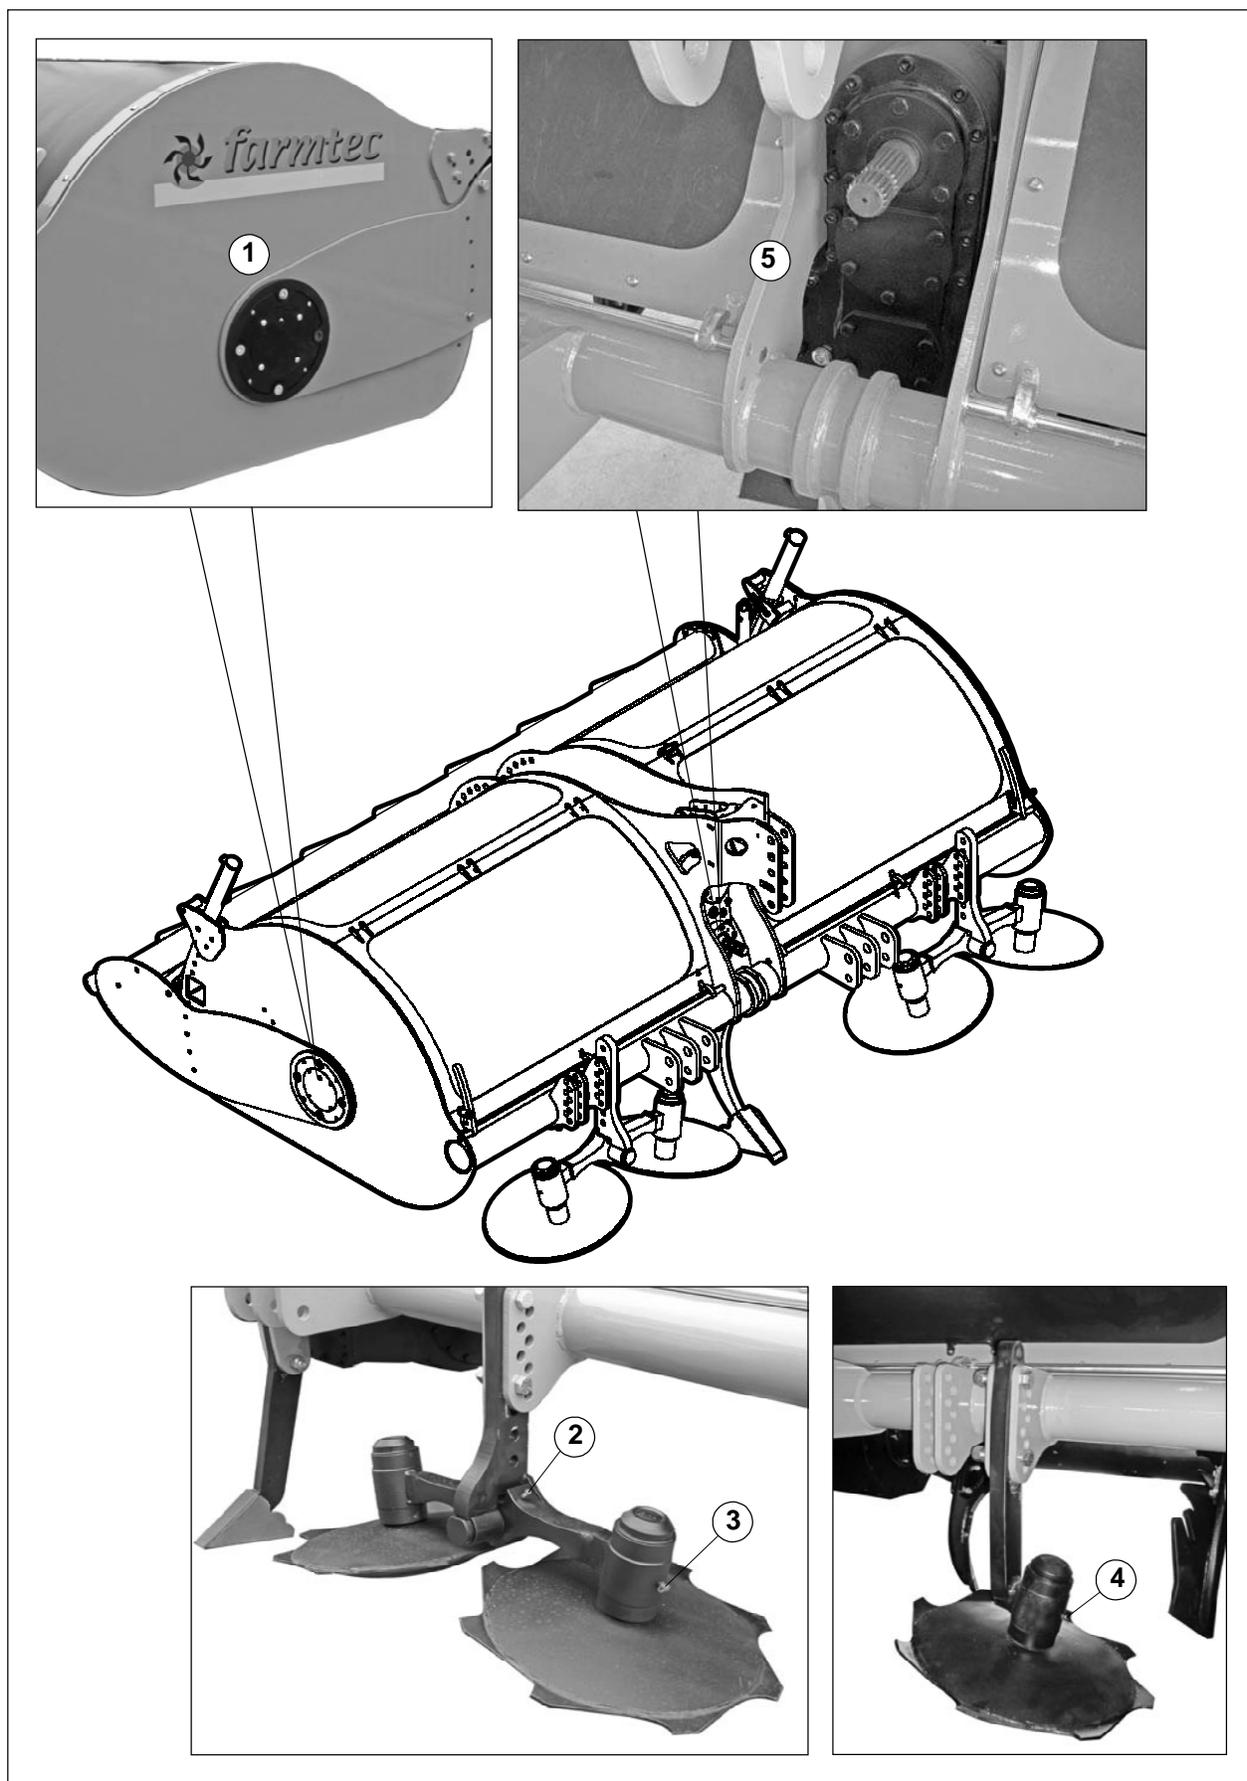

Fig. 13 - Punti di ingrassaggio e lubrificazione del Rotoaratro
I punti da ingrassare sono (Fig. 13):
- Togliere il tappo (5 Fig. 13) e verificare il livello olio. Un livello corretto deve sfiorare il bordo inferiore del tappo. L'eventuale aggiunta va effettuata attraverso il tappo di riempimento posto sulla parte superiore della scatola moltiplicatore.
- Togliere il tappo di livello (5 Fig. 13).
- Togliere il tappo superiore ed introdurre il nuovo olio fintantoché non fuoriesce dal foro del tappo di livello (5 Fig. 13). Un livello corretto deve sfiorare il bordo inferiore del tappo.